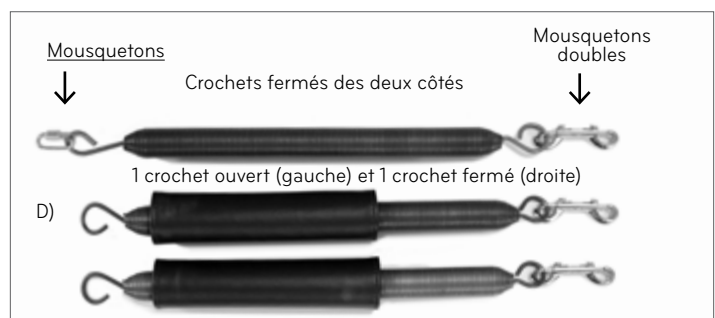

Figure 16: D) Ressorts de la Push Through Bar
- Attachez le ressort Push Through Bar à l'aide du mousqueton à l'un des anneaux de levage du tube supérieur. Les (2) autres ressorts de la Push Through Bar s'attacheront aux anneaux de levage du cadre du Reformer grâce aux crochets. Reportez-vous à la figure 16